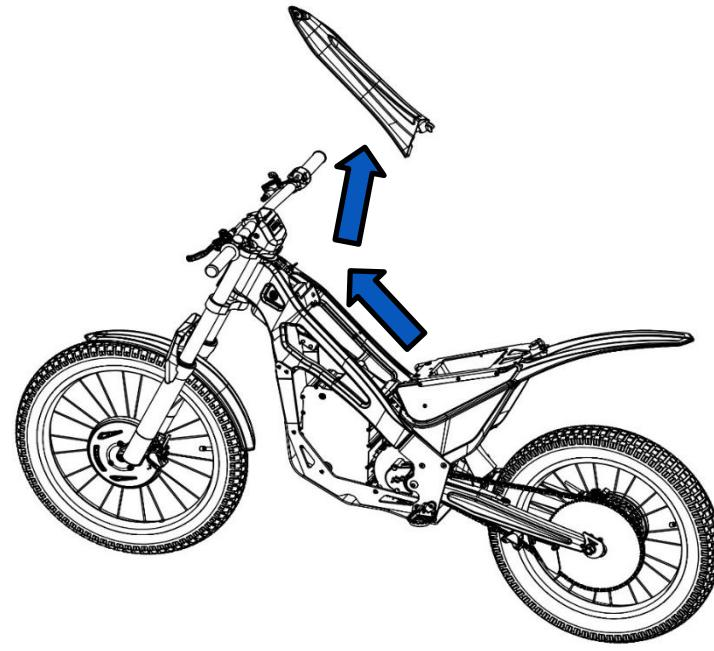

Fig. 41
4- Debe desplazar la tapa hacia delante y después puede extraer la carcasa superior de la motocicleta hacia arriba (Fig. 41).
- 4- Debe extraer carcasa superior de la motocicleta (Fig. 41).